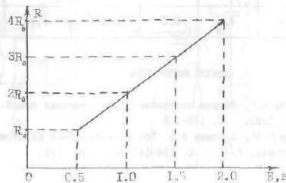

Рис. 1
2. Рассчитать статическую модуляционную характеристику (СМХ) частотного модулятора (см. Приложение). Исходные данные для расчета приведены в табл. 1 и на рис. 1. Составить программу для расчета СМХ на персональном компьютере (ПК).
2. Определяем сопротивление R управляемого резистора на рис. 1: при $E = 1,0 \text{ В}$ $R = 2R_0$.